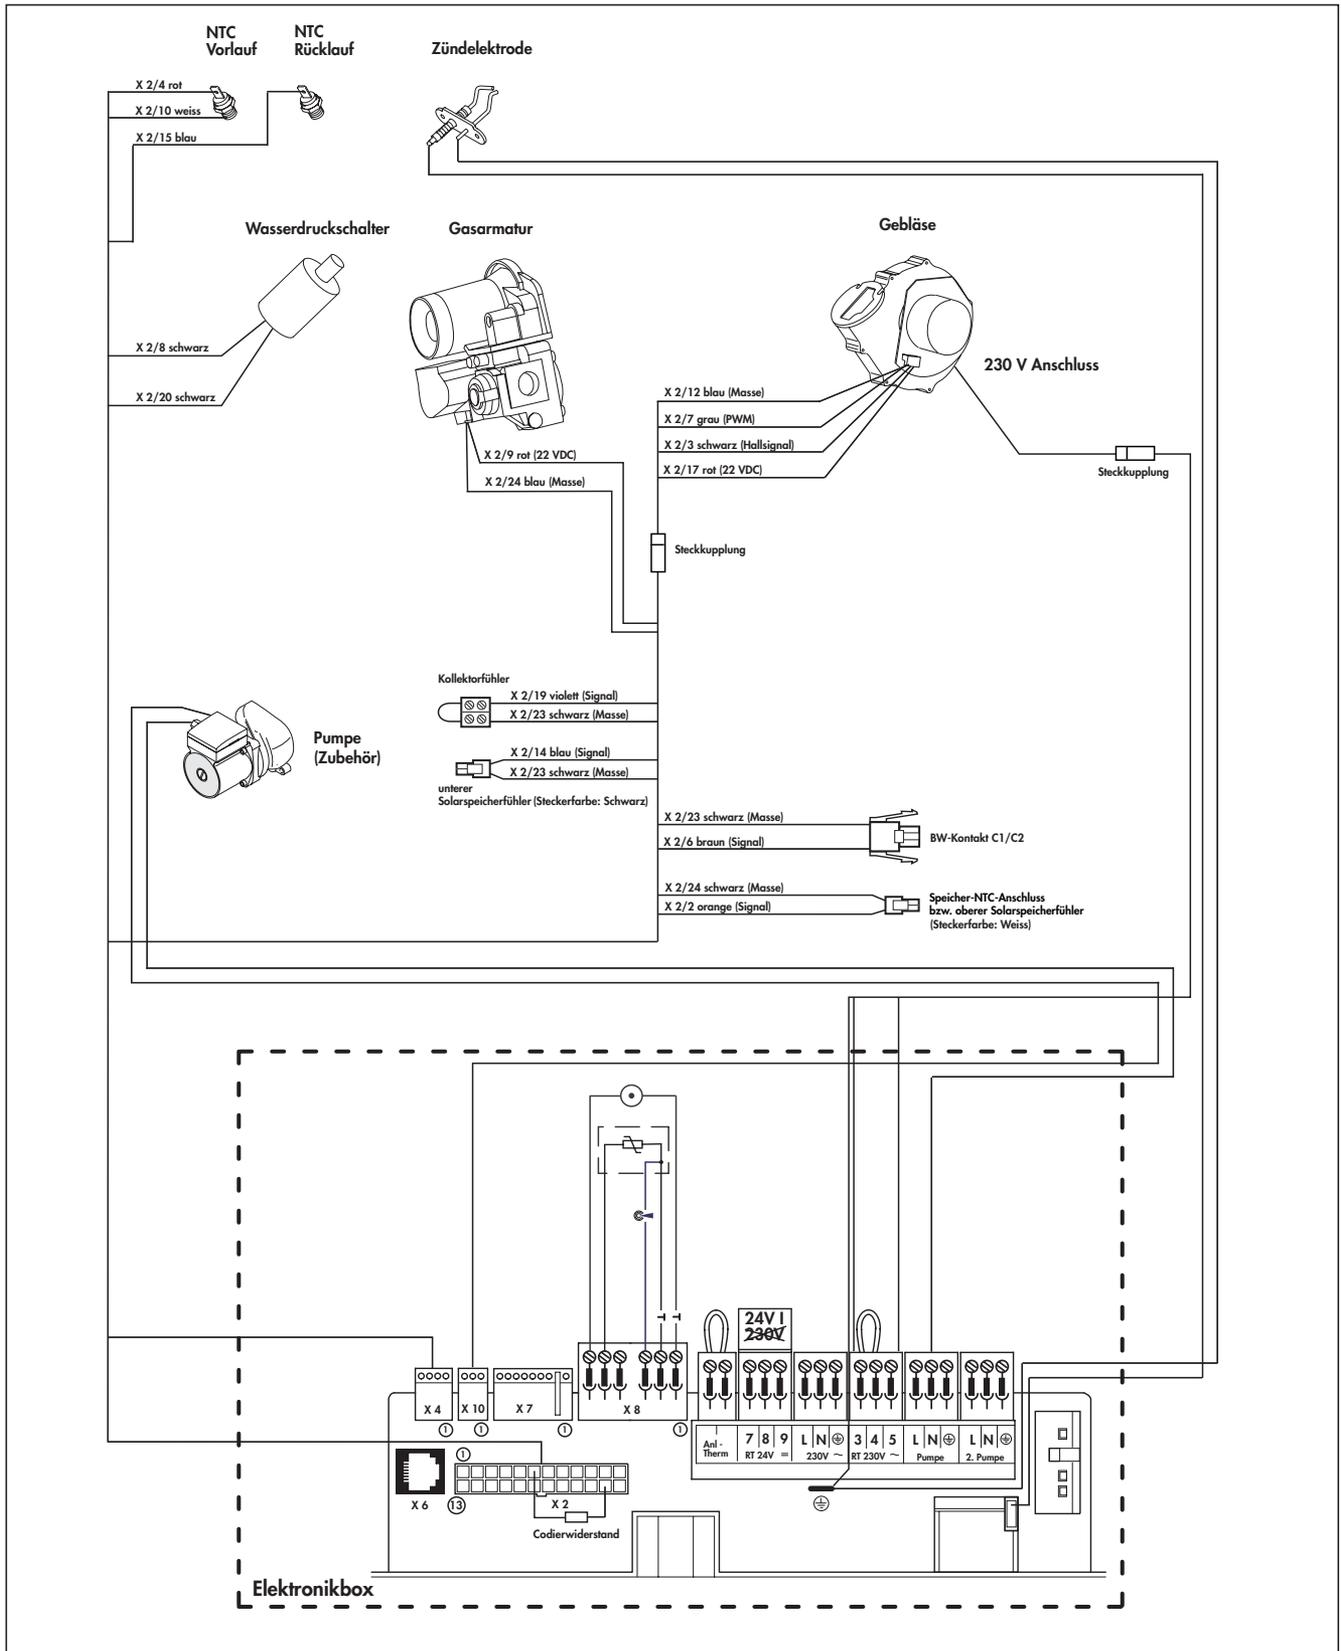

Abb. 4.19 Verdrahtungsplan ecoTEC exclusiv VC 466-E
- Schliessen Sie die Anschlusskabel entsprechend Abb. 4.19/4.20 an die entsprechenden ProE-Stecker bzw. Steckplätze der Elektronik an.
- Schliessen Sie die Anschlusskabel entsprechend Abb. 4.19/4.20 an die ProE-Stecker bzw. Steckplätze der Elektronik an.
Die Ansteuerung erfolgt über einen bauseits zu stellenden, geräteexternen Taster, der an einer beliebigen Stelle in der Wohnung, z. B. Bad oder Küche) installiert sein kann. Der Taster wird an Klemmen X8/1 und X8/6 der Elektronik des ecoTEC VC 466-E angeschlossen (s. Abb. 4.19). Bei Betätigung des Tasters wird die Zirkulationspumpe in Betrieb genommen. Nach Ablauf von 5 Minuten wird die Pumpe wieder abgeschaltet. Es können mehrere Taster parallel geschaltet werden. Unabhängig von der externen Ansteuerung der Zirkulationspumpe ist die Funktion „Ansteuerung durch programmierbare Zeitfenster“ durch einen Regler weiterhin möglich.